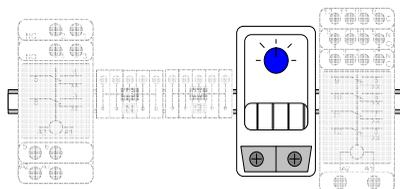

Figura 16-6: Termostato
- Annotarsi la posizione attuale del termostato riportato in Figura 16-6 (in modo da poter successivamente ripristinare la condizione iniziale: di norma è posto a circa 40°C).